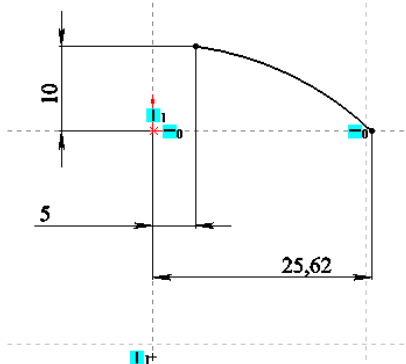

Рис. 6.2.2. Перший ескіз
2. Нарисуйте ескіз, зображений на рис. 6.2.2. Використайте ДУГУ ЧЕРЕ ЦЕНТР, центр дуги не має співпадати з вихідною точкою ескізу. Додайте такі взаємозв'язки: **вихідна точка і правий край дуги – горизонтально, центр дуги і вихідна точка – вертикально.**